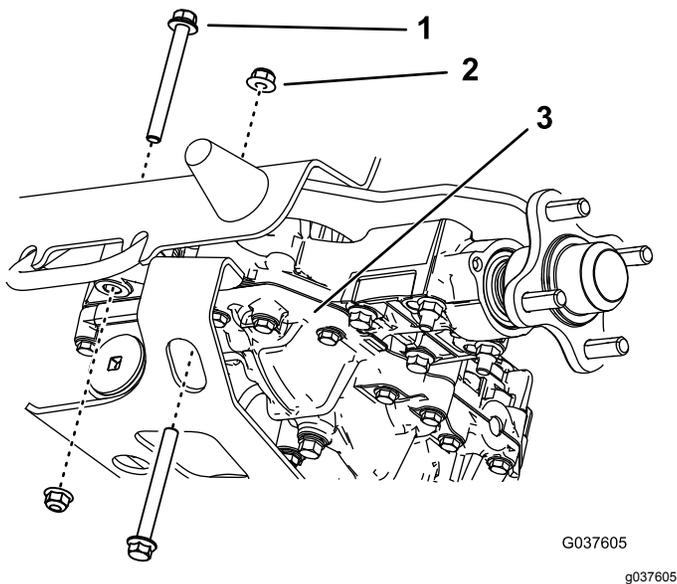

Figura 9
5. Rimuovete i 2 bulloni posteriori e i 2 dadi dal transaxle destro (Figura 9). Conservate i dadi.